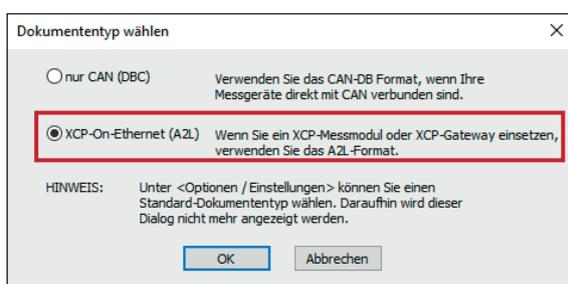

Abb. 5-9: Dialog **Dokumententyp wählen**, Option **XCP-On-Ethernet (A2L)** ausgewählt
- ⇒ Der Dialog **Dokumententyp wählen** (Abb. 5-9) öffnet sich.